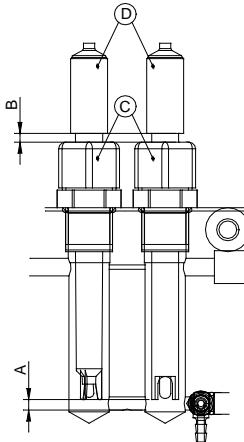

Figure 8 - Détail du montage des électrodes et de la paire d'électrodes
- Insérer les électrodes en veillant à laisser au moins 10 mm à partir du fond du logement dans le porte-sonde en plexiglas (Figure 8, pos. A)
- Serrer les bagues (Figure 8, pos.C) à la main en veillant à éviter la rupture du plastique transparent des électrodes mêmes.